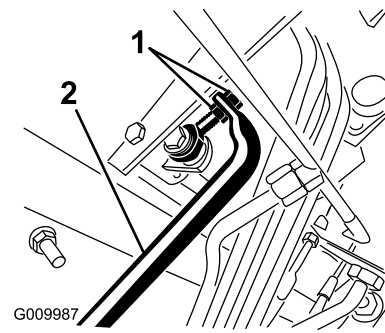

Figure 75
5. Ajustez les écrous de blocage à l'extrémité de la tige de la pompe pour avancer le tube de commande et éliminer le déplacement en marche avant, ou pour reculer le tube et éliminer le déplacement en marche arrière (Figure 75).